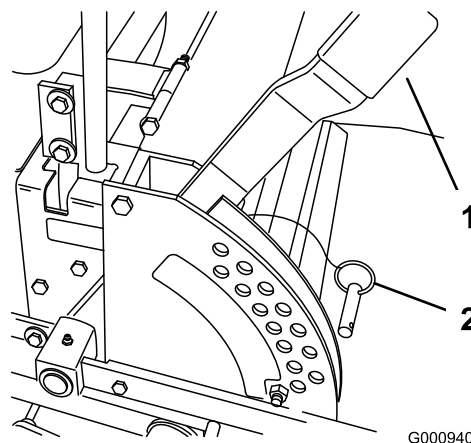

Figure 19
- Relevez le levier de sélection de hauteur de coupe en position de transport (qui correspond aussi à la hauteur de coupe de 114 mm (4-1/2 pouces)) (Figure 19).
- Pour changer de hauteur de coupe, retirez l'axe de chape du support de hauteur de coupe (Figure 19).
- Placez l'axe de chape dans le trou du support correspondant à la hauteur de coupe voulue (Figure 19).